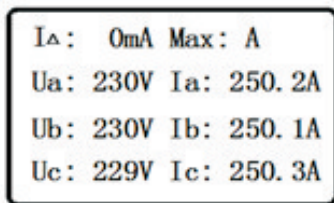

图4
- 断路器运行显示：断路器在合闸运行状态下，如图4，图5轮显当前运行参数；断路器在分闸状态下如图6显示当前跳闸状态，及当前故障信息。